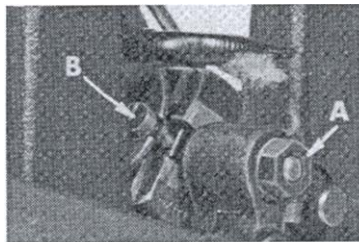

Fig. 10
Set the stitch to the required length. This is accomplished by loosening locknut (A, Fig. 10) (it has a left hand thread) and turning the stitch adjusting screw (B). Turning screw (B) clockwise shortens the stitch and turning it in a counterclockwise direction lengthens the stitch.
Stellen Sie den Stich auf die gewünschte Grösse. Dies kann durch Lösen der Mutter (A, Fig. 10) (sie hat ein Linksgewinde) und Drehen der Stichregulierungsschraube (B) erreicht werden. Drehen der Schraube (B) im Uhrzeigersinn kürzt den Stich und Drehen im Gegenuhrzeigersinn verlängert den Stich.